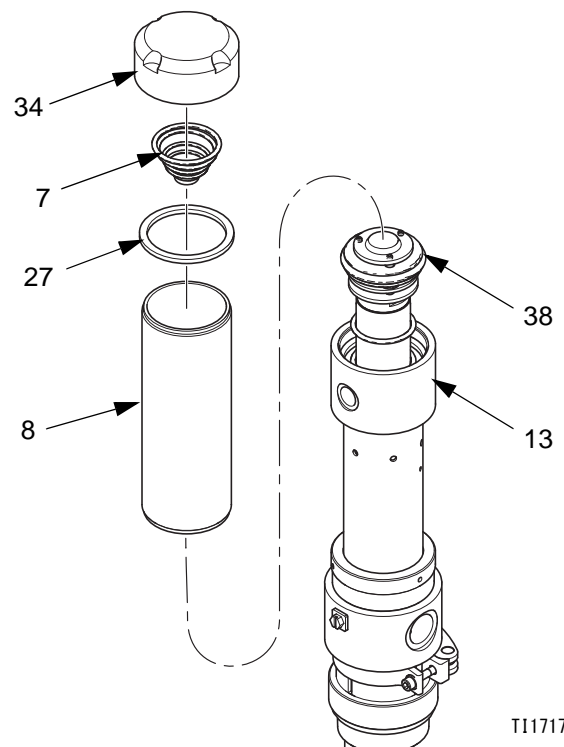

図 10
1. シリンダキャップ（34）を留めているネジをシリンダ（8）から外します。スプリング（7）を外すためには、コイルの下でらせん状にゆっくりと回します。スプリング（7）と取り付け金具（27）が摩耗したり損傷していないか点検します。必要に応じて交換します。図 10 を参照してください。
2. シリンダ（8）をエアモーターベース（13）から外し、シリンダをエアピストン（38）からまっすぐ持ち上げます。手でネジを抜くかまたは鎖レンチを使用してシリンダ形状の変形を防ぎます。図 10 を参照してください。
3. スプリング (7) と取り付け金具 (27) をシリンダキャップ (34) に再び取り付け、キャップをシリンダ (8) に取り付けます。シリンダをエアモーターベース (13) にネジで締め付けます。図 10 を参照してください。